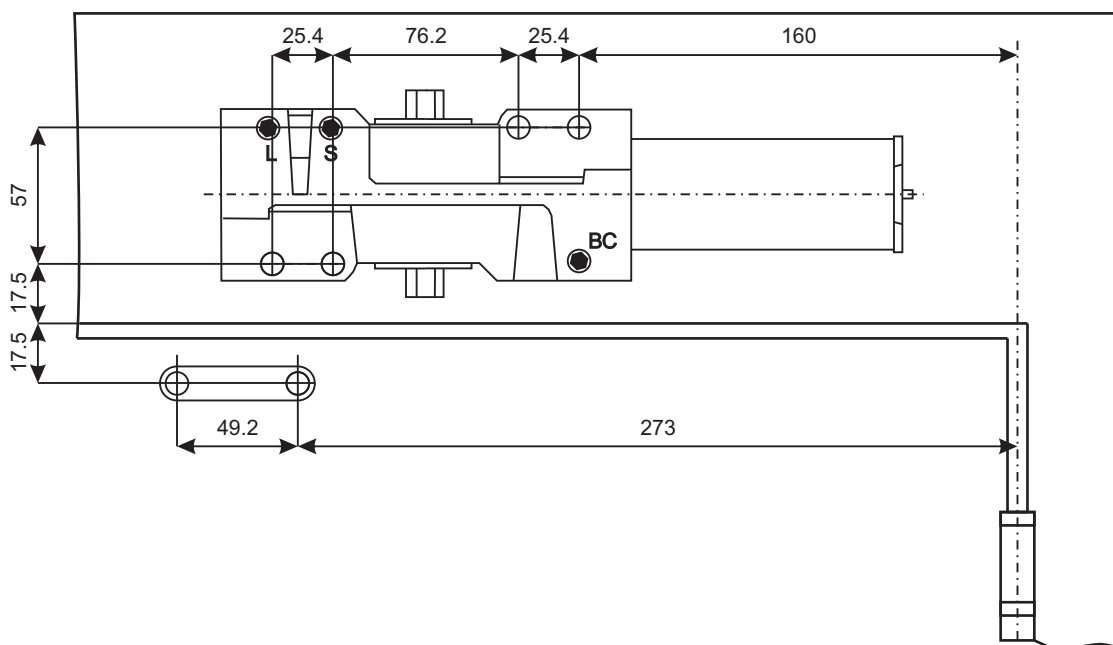

Рисунок 4
- Используя рисунок 4 наметьте и просверлите крепежные отверстия для тела доводчика и кронштейна рычага.
- Отрегулируйте винтом «CLOSING» (рисунок 4) скорость закрытия.
- Отрегулируйте винтом «LATCH» (рисунок 4) скорость доводки в диапазоне $18^{\circ} - 0^{\circ}$ (см. раздел регулировки).
- Данная модель доводчика оснащена винтом регулировки BACK CHECK (ветровой тормоз), который ограничивает резкое распахивание или захлопывание двери на отрезке от 70° до 180° (зависит от регулировки). При необходимости отрегулируйте степень амортизации, используя винт "BC" (рисунок 4).